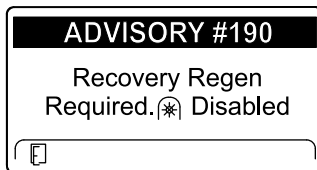

Bild 48
- Recovery regeneration required – power takeoff disabled ADVISORY #190 (Bild 48)